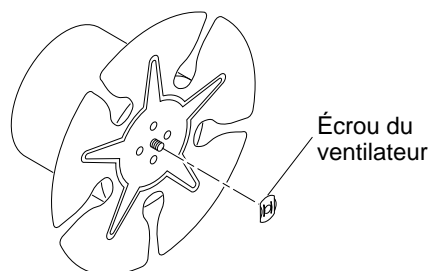

Figure 8 - Retrait de l'écrou du ventilateur de l'arbre du moteur
3. À l'aide de pinces, retirer l'écrou du ventilateur à l'avant de l'arbre du moteur (voir la figure 8).